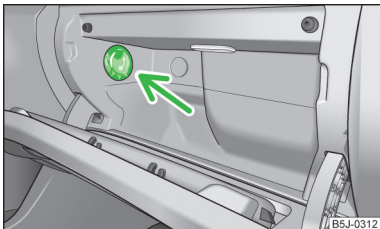

Abb. 80
- Mit dem Drehschalter » Abb. 80 wird die Luftzufuhr geöffnet bzw. verschlossen.